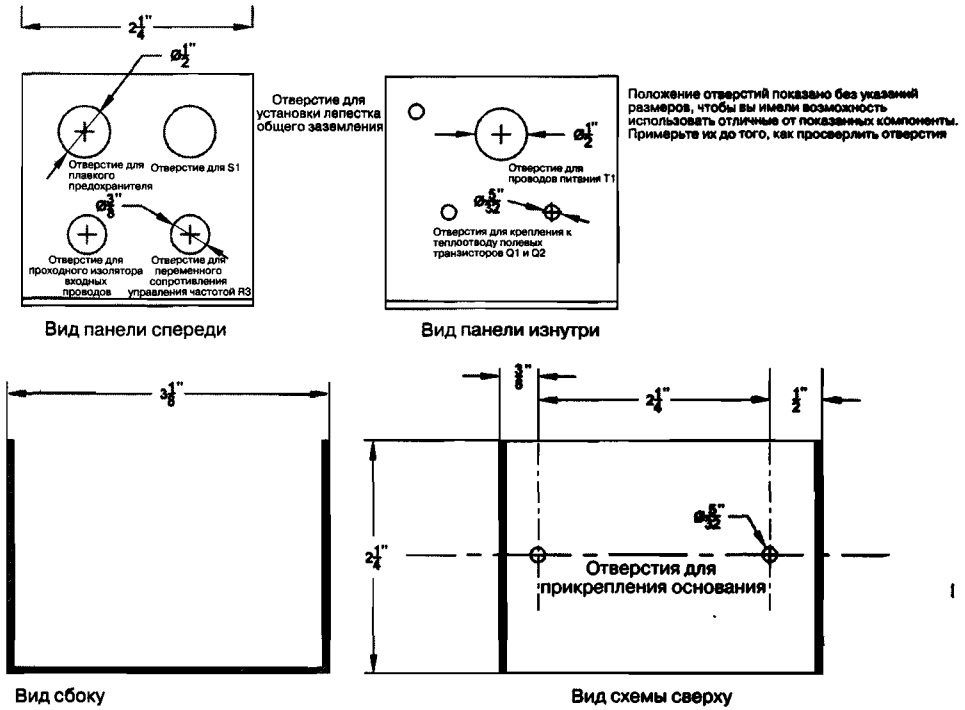
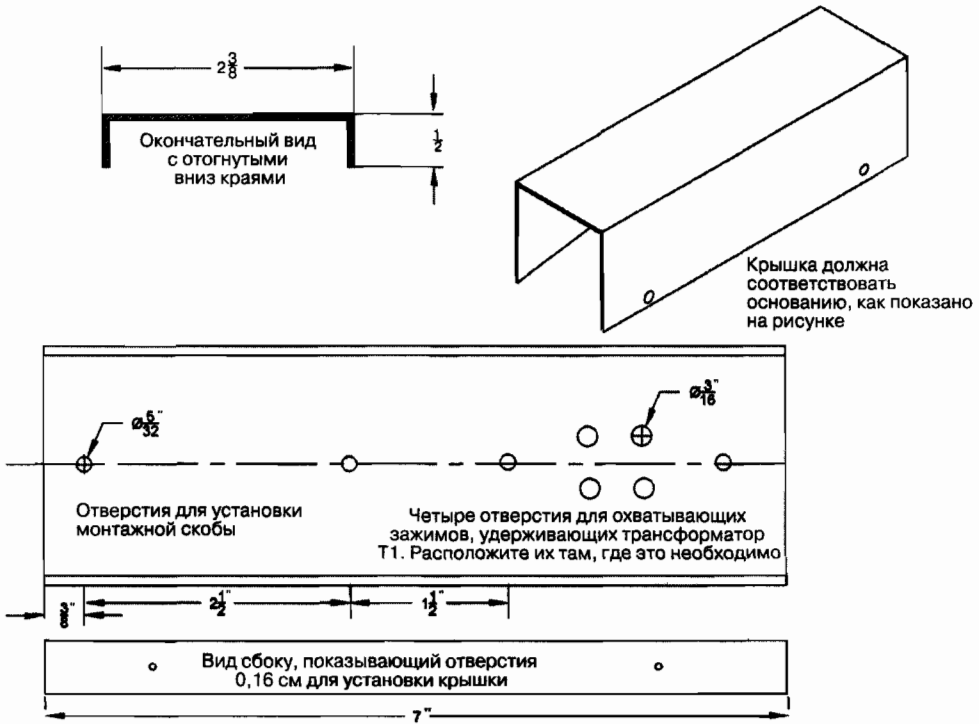

Рис. 17.4. Изготовление монтажной скобы
Рис. 17.5. Изготовление пластикового основания и крышки
3. Изготовьте монтажную скобу MTGBKT (рис. 17.4), пластиковое основание и крышку, как показано на рис. 17.5.